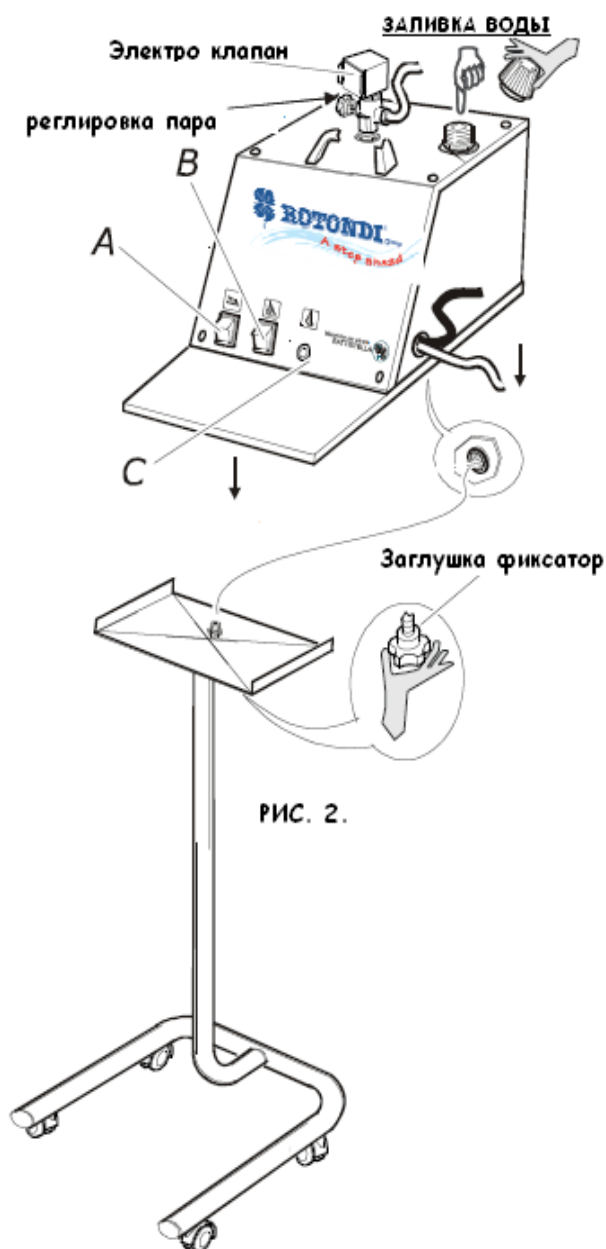
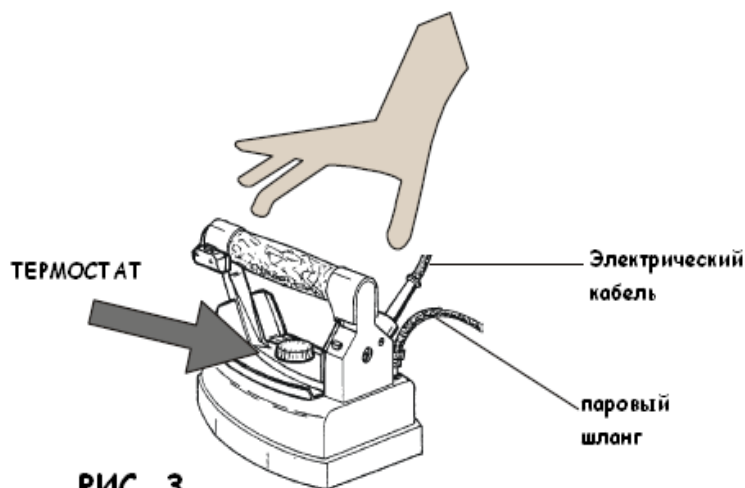

РИС. 2.
РИС. 3
1. Открутите Аварийный клапан (рис.1) и заполните котёл водой (рис.2) на 2/3 объёма бойлера. Далее обратно заверните аварийный клапан, но не слишком туго, поскольку прокладка может повредиться.
3. Включите бойлер (рис.2 В) и утюг (рис.2А), установите термостат утюга (рис.3) в положение «Cotton» (Хлопок).
4. Подождите до тех пор, пока лампа работы котла не выключится (рис.2 С)
вентиля электроклапана(рис.2).
В процессе глажки лампа котла периодически включается и выключается (рис. 2С).
4. Для сухой глажки (см. рис. 3) утюг можно отрегулировать в различные положения при помощи термостата. Для глажки с паром устанавливайте термостат в положение “cotton” или “linen”.
5. Если вы работаете на доске без функции «вакуумного отсоса», иногда могут образовываться круглые пятна конденсата. Что бы обойти эту проблему, положите войлок под рабочее место и отрегулируйте колесико электроклапана на минимум.(рис.2)
Если у вас во время глажки интенсивность пара стала снижаться, а затем пар совсем перестал выходить из утюга, значит, в бойлере закончилась вода. Для этого выключите питание парогенератора, и не много погодя выкрутите аварийный клапан (рис.1) на 360°, затем ждите пока пар не выйдет полностью. Отвинтите клапан с осторожностью, и подождите несколько минут. Затем заполните котёл водой на 2/3 объёма (рис.2). Закрутите аварийный клапан и ждите, пока лампочка бойлера не потухнет. (Рис.2 С) Теперь устройство снова готово к работе. Внимание! Парогенератор всегда должен быть в горизонтальной плоскости.